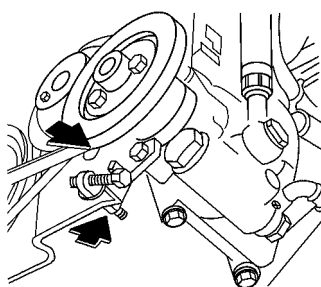

图 6 - 12 拆 V 带张紧螺栓
(3) 拆下液压泵前支架上的 V 带张紧螺栓 ,如图 6 - 12 所示。
(4) 拆下液压泵后支架上的固定螺栓。
(5) 松开液压泵中心支架上的固定螺母和螺栓。
(6) 把液压泵固定在台虎钳上 ,拆卸 V 带轮和中间支架。